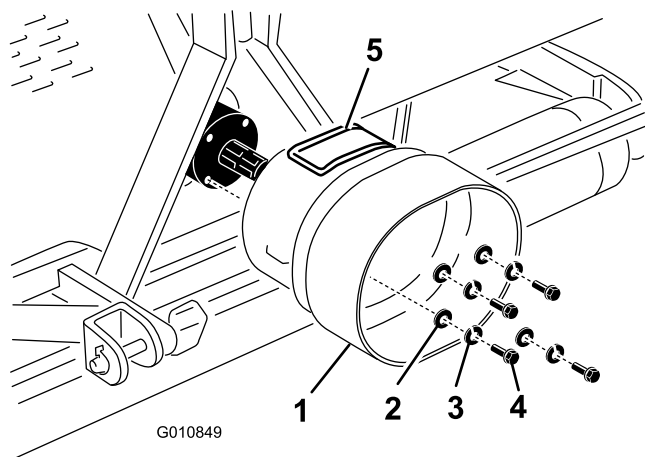

Figura 22
1. Retire os 4 parafusos, anilhas de bloqueio e anilhas planas fixadas à parte de trás da transmissão do arejador (Figura 22).
2. Monte a proteção da tomada de força na transmissão do arejador com os fixadores previamente removidos (Figura 22).
Alinhe o painel de acesso (Figura 22) da proteção da tomada de força com a parte superior ou lateral, dependendo da configuração da estrutura do arejador.
Nota: Pode abrir o painel de acesso (Figura 22) para facilitar a remoção e a instalação dos parafusos de montagem do veio da tomada de força.